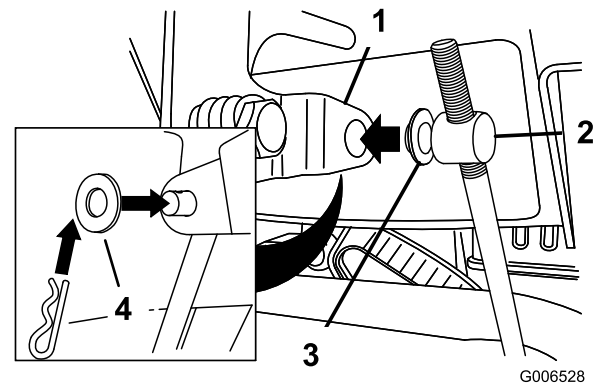

Bild 11
3. Entfernen Sie den Splint und die äußere Scheibe vom Drehzapfen am oberen Ende des Geschwindigkeitseinstellgestänges (Bild 11).
Hinweis: Lassen Sie die Flachscheibe auf dem Drehzapfen, um den Einbau zu vereinfachen (Bild 11).
6. Heben Sie das Geschwindigkeitseinstellgestänge an und setzen Sie den Drehzapfen in das Loch im Geschwindigkeitsschalthebel (Bild 11).
- B. Schließen Sie den Drehzapfen vom Geschwindigkeitsschalthebel ab (Bild 11).
C. Drehen Sie den Drehzapfen auf der Geschwindigkeitsschaltstange nach unten (nach rechts) (Bild 11).
D. Schließen Sie den Drehzapfen am Geschwindigkeitsschalthebel an (Bild 11).
B. Schließen Sie den Drehzapfen vom Geschwindigkeitsschalthebel ab (Bild 11).
C. Drehen Sie den Drehzapfen auf der Geschwindigkeitsschaltstange nach oben (nach links) (Bild 11).